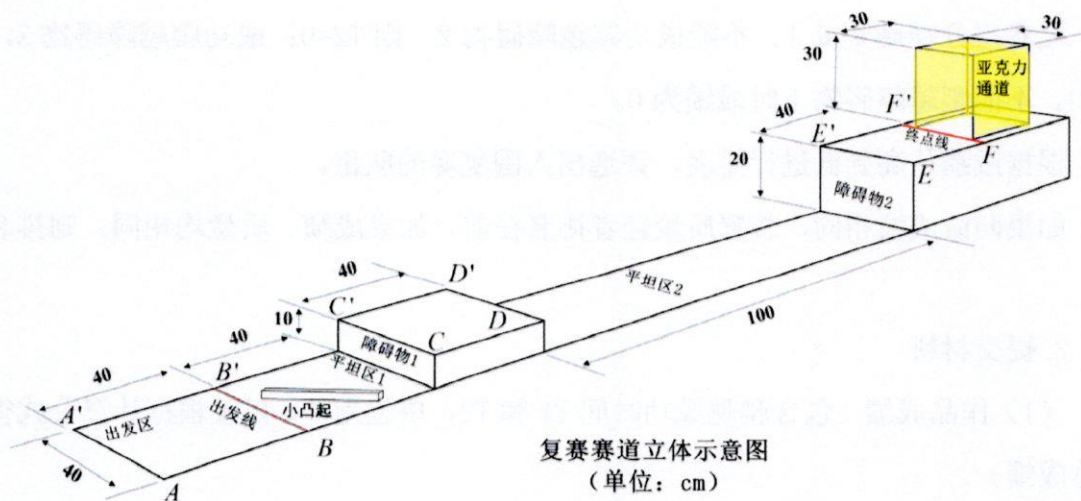

图 4 复赛赛道立体示意图
(1) 赛道：赛道由各分赛区承办单位统一提供。赛道尺寸如图 4 所示：平坦区 1 上有一个固定的木质长方体（ $2\text{cm}\times 2\text{cm}\times 30\text{cm}$ ），沿平坦区 1 的对角线居中放置，表面没有贴纸；障碍物 1 高 10cm，障碍物 2 高 20cm。
(2) 通道：终点线 FF' 后面设一个通道，采用透明亚克力材质制作。通道长宽高均为 30cm，亚克力厚度小于 1cm，通道后侧有挡板。